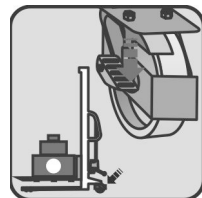

Fig. 6 – Travamento das rodas
- d. Para travamento das rodas, acione os pedais do freio (fig. 6).